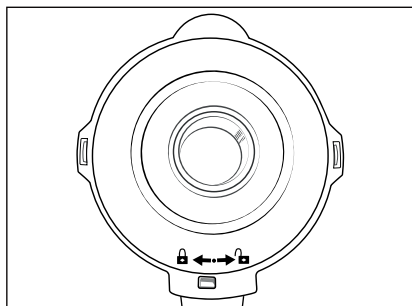

Bild 2
- 3) Häll ingredienserna i mixerbehållaren ③.
- 4) Sätt sedan tillbaka locket ② med försiktighet åt sidan på mixerbehållaren ③ och tryck fast det. Stäng locket ② genom att vrida det medurs till position ④ tills det klickar fast (se bild 2).